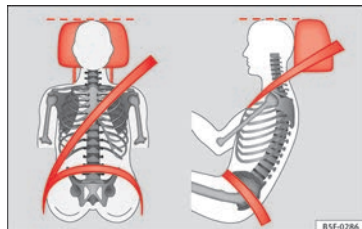

Fig. 76 Apoyacabezas ajustado correctamente visto de frente y lateralmente.
– Ajuste el apoyacabezas de modo que el borde superior quede, en la medida de lo posible, a la altura de la parte superior de la cabeza, como mínimo a la altura de los ojos »» **fig. 76.**